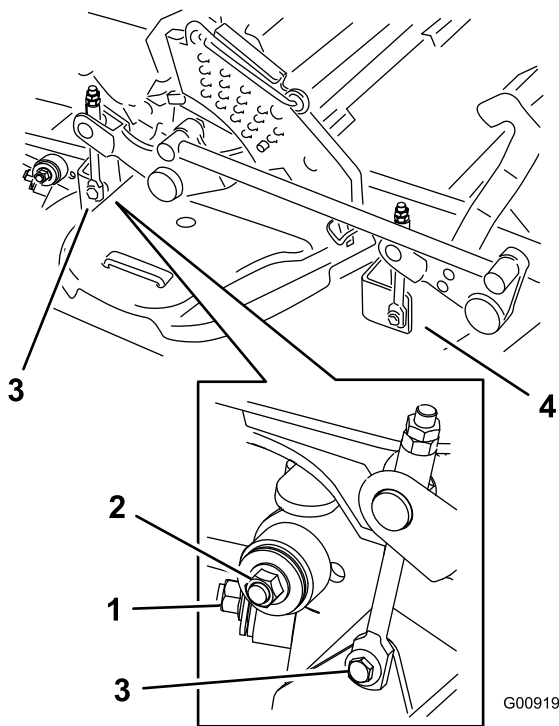

Bild 99
8. Entfernen Sie die Schrauben an beiden Seiten des Mähwerks (bewahren Sie sie auf), wie in Bild 99 dargestellt.